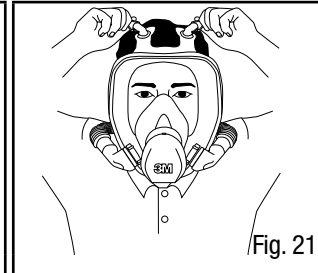

Fig. 21
7. Serrer les courroies du haut une à la fois. Faire attention de serrer les deux côtés uniformément (Fig. 21).